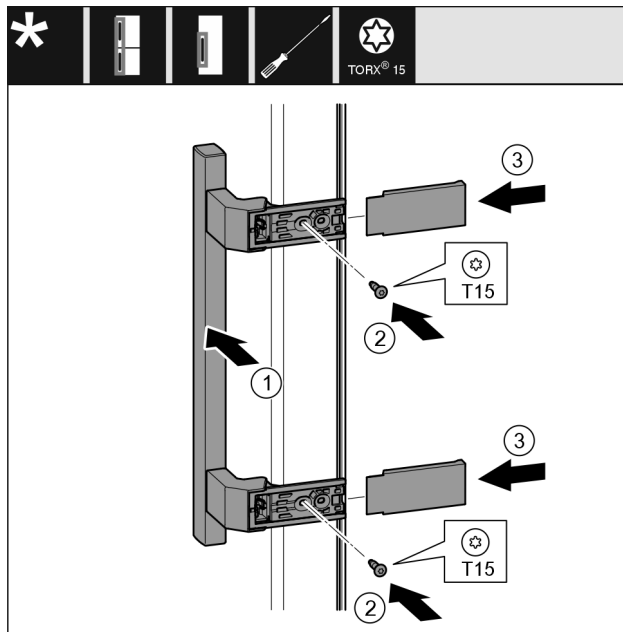

Fig. 36
- Applicare la maniglia Fig. 36 (1) sul lato opposto.
- Stringere le viti Fig. 36 (2) con un cacciavite.
- Applicare le coperture Fig. 36 (3) lateralmente e spingerle in sede.